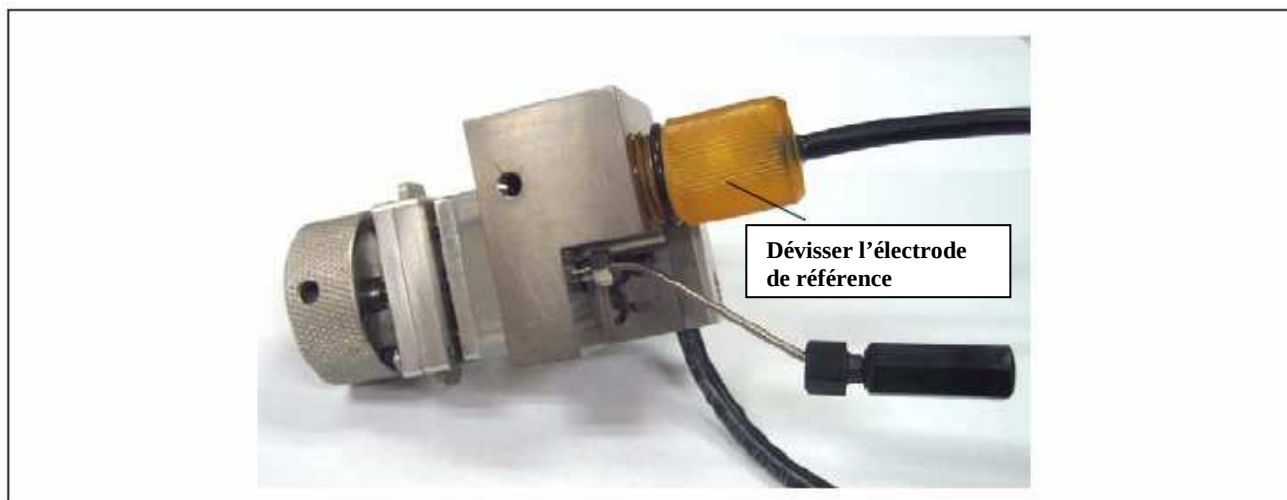

Figure 9.35. Démontage de l'électrode de référence.
5. Dévisser l'électrode de référence et l'enlever du corps de cellule (voir figure 9.35).